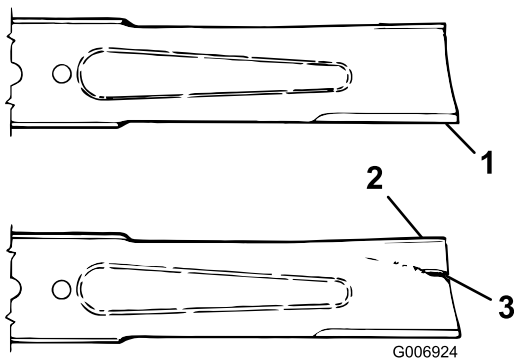

Рисунок 15
2. Осторожно проверьте режущие кромки ножей, особенно в точке соединения плоской и изогнутой частей ножа (**Рисунок 15**). Проверяйте ножи перед эксплуатацией машины, поскольку песок и абразивный материал могут стачивать металл между плоской и изогнутой частями ножа. При обнаружении износа (**Рисунок 15**) замените нож; см. раздел «Снятие режущего ножа».
Если вы допустите износ ножа, то между полотном и плоской частью ножа образуется бороздка (**Рисунок 15**). Часть ножа может случайно отломиться и вылететь из-под корпуса, возможно, нанеся тяжелую травму оператору или находящимся рядом людям.